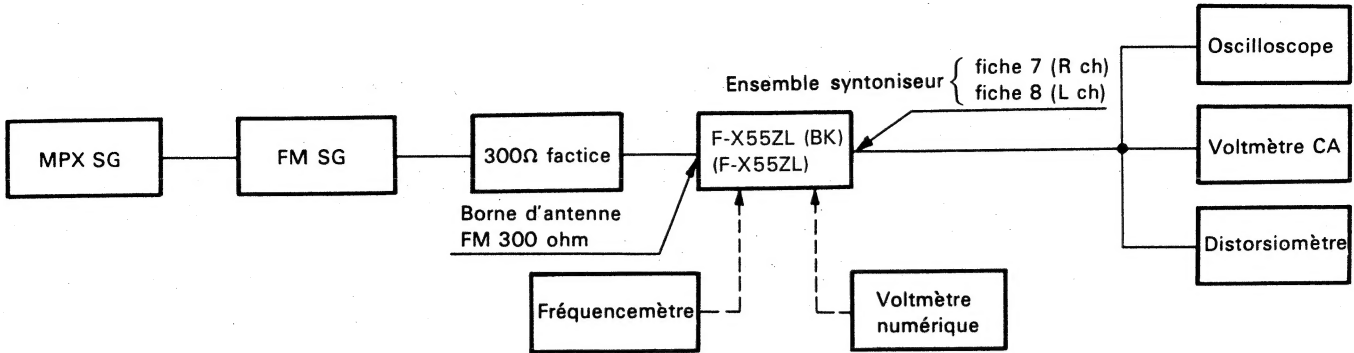

Fig 12-1 Diagramme de raccordement de réglage MF
- Conecte como es indicado en la Fig. 12-1.